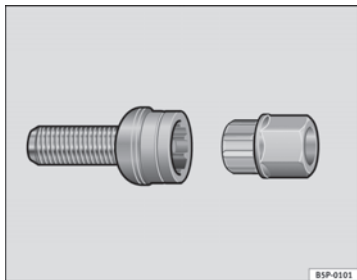

Fig. 145 Boulons de roue antivol
- Introduisez l'adaptateur au maximum dans le boulon antivol de la roue ⇒ fig. 145.